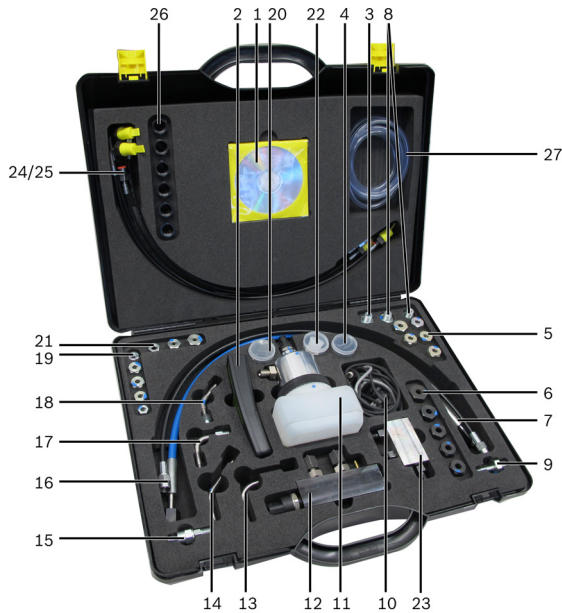

Abb. 1: Oversikt Diesel Set 3.1
Trykktransducermodulen (fig. 1, pos. 11) kobles med den svarte 60 MPa-slangeledningen direkte på høytrykkskoblingen til høytrykkspumper med en høytrykkskobling.
Trykktransduceren (fig. 1, pos. 12) kobles med den blåe 180 MPa-slangeledningen direkte på høytrykkskoblingen til kjøretøyskinnen.